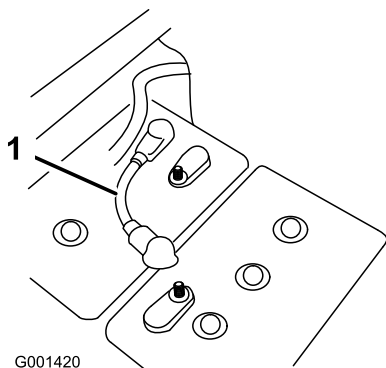

Figure 2
4. Débranchez un câble de batterie court reliant deux batteries dans la rangée pour couper l'alimentation électrique du système (Figure 2).